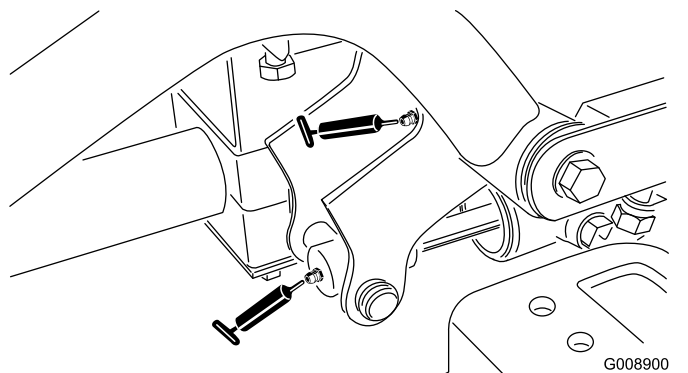

図 51
- 右前昇降アームのピボット昇降シリンダ2ヶ所 **図 51**